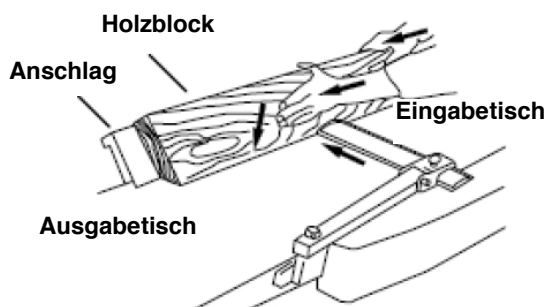

Abb. 18: Abschrägvorgang
Schritt 5: Führen Sie das Material über die Hobelmesser und stellen Sie dabei sicher, dass die Vorderseite des Materials völlig flach gegen den Anschlag gedrückt ist und die Kante festen Kontakt mit dem Einlauf- und Auslaftisch (Abb.18) hat.